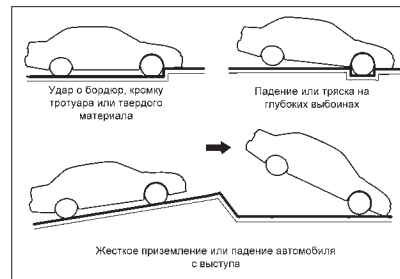

Рис. 24. Примеры ситуаций со срабатыванием СНПБ
Примеры ситуаций со срабатыванием СНПБ (рис. 24):
- в случае достаточного по силе удара, воздействующего на автомобиль спереди, некоторые примеры показаны на рис. 24.